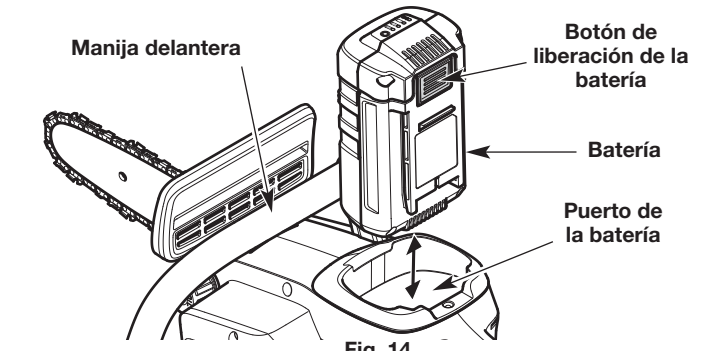

Fig. 14
- Agarre con firmeza la manija delantera (Fig. 14).
- Deslice la batería en la base de de carga la batería (Fig. 14). Oprima la batería con firmeza hasta que quede trabada en su lugar (Fig. 14). Debería escuchar un "clic".
- Presione el botón de liberación de la batería para destrabarla (Fig. 14).
- Extraiga la batería del puerto de la batería (Fig. 14).